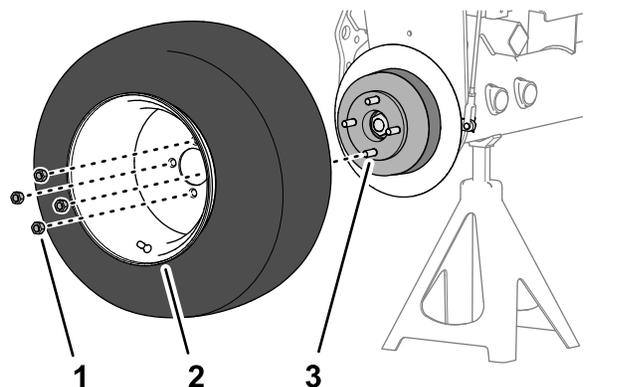

Figura 74
- Monte a roda no cubo com quatro porcas de rodas (Figura 74) e aperte as porcas à mão.